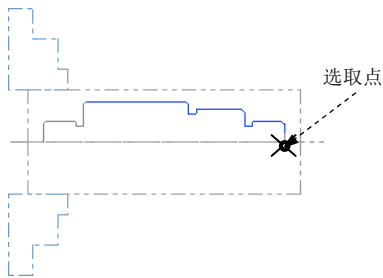

图 18.4 选取加工轮廓
Step2. 定义加工轮廓。在该对话框中将选择方式设置为框选 **□**, 在图形区选取图 18.4 所示的轮廓线, 然后捕捉到图 18.4 所示的点单击。单击 **✓** 按钮, 系统弹出“车床粗加工 属性”对话框。